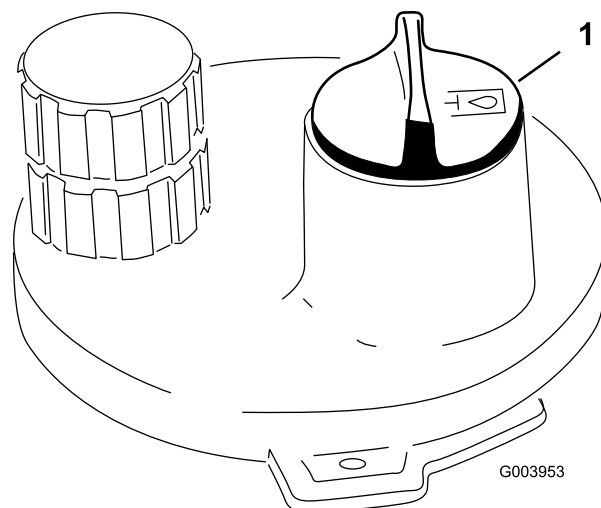

図 35
3. 油圧オイル・タンクの注油口周辺をきれいに拭き、キャップ（図 35）を外す。給油口からキャップを取る。